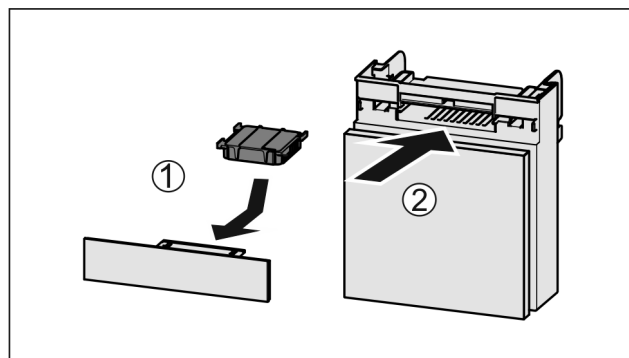

Fig. 115
- ▶ Установите фильтр с активированным углем, как показано на рисунке Fig. 115 (1).
- ▶ Вставьте отделение Fig. 115 (2).